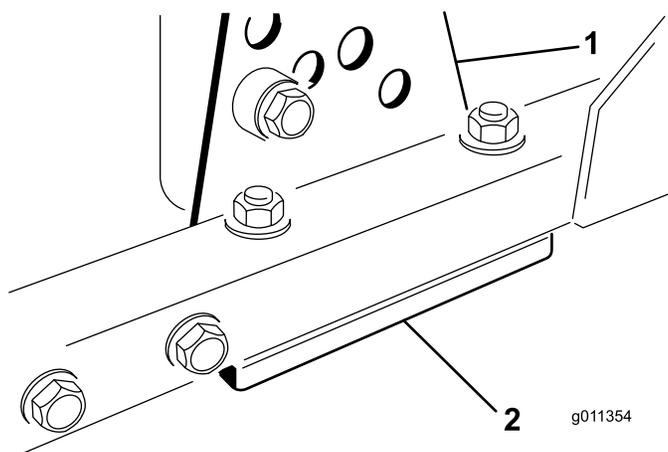

Figura 58
1. Retire el soporte de altura de corte (delantero, izquierdo o derecho) del bastidor de la carcasa (Figura 58).
2. Coloque suplementos de 1,5 mm y/o 0,7 mm entre el bastidor de la carcasa y el soporte hasta lograr el ajuste de altura deseado (Figura 58).